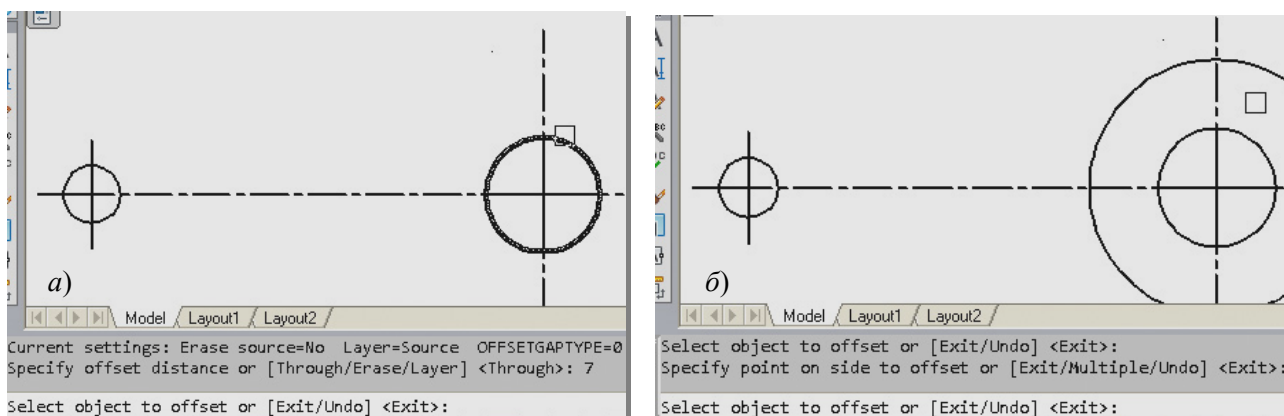

Рис. 3.55. Построение концентрических окружностей командой **Offset** (Смещение)
(Выберите объект для подобия или [Выход/Отмена] <Выход>). Нужно выбрать исходный объект (рис. 3.55, а). Выберите любым способом окружность с центром на пересечении осевых линий.
3. Щелкните мышью вне окружности, чтобы указать направление смещения. Появится вторая окружность (рис. 3.55, б), а в командной строке будет выведен запрос на выбор следующего исходного объекта: **Select object to offset or [Exit/Undo] <Exit>:**